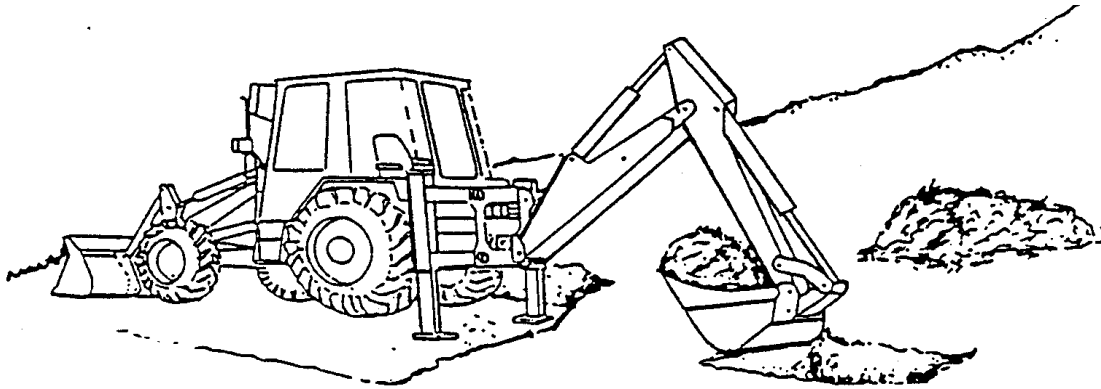

Рис. 4.66. Рытье траншеи поперек уклона
7. При рытье траншеи поперек уклона для выставления машины в горизонтальное положение необходимо использовать погрузочный ковш и опоры. На крутых уклонах рекомендуется предварительно подготовить уплотненную, рабочую площадку для установки машины. При этом отсыпку грунта необходимо производить под верх уклона и как можно дальше от траншеи так, чтобы грунт не осыпался в траншею (Рис. 4.66).